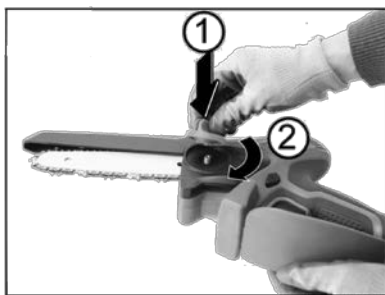

Рисунок 4
3.1.5 Встановіть захисну кришку приводної зірочки та закрутіть рукоятку натягувача (рисунок 4). Ланцюг буде натягуватися автоматично.